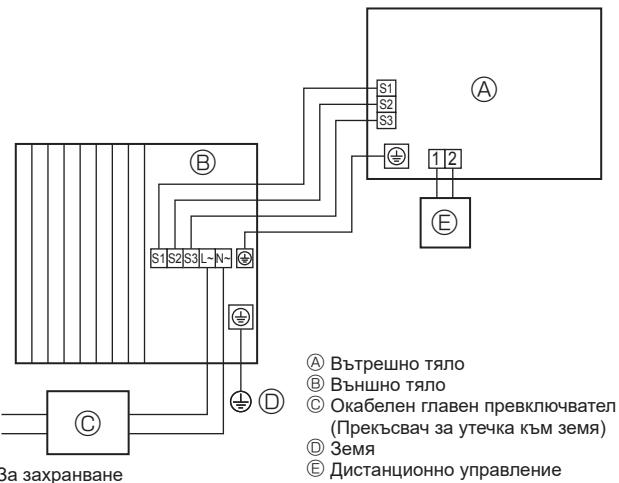
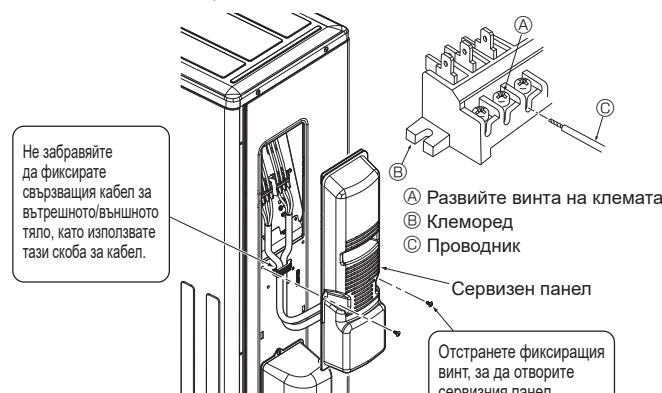

Fig. 6-1
Fig. 6-2
6.1. Външно тяло (Fig. 6-1, Fig. 6-2, Fig. 6-3)
- ① Отстранете сервисния панел.
- ② Опроводете кабелите, като направите справка с Fig. 6-1, Fig. 6-2 и Fig. 6-3.
- Изпълнете опроводяването, както е показано на диаграмата долу вляво. (Закупете кабела от местните магазини) (Fig. 6-2)